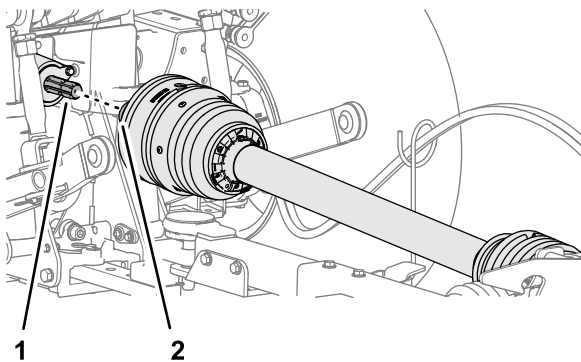

Figura 26
2. Alinee el acoplamiento rápido del árbol de transmisión con el árbol de salida de la TDF (Figura 26).